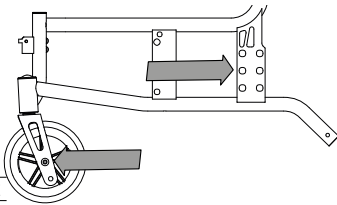

Abb. 42
- ▼ Sitthöjd 430 mm - länkhjul med diameter 8" (200 mm) och hjulaxeln i det mittr gaffelhålet (bild 42)